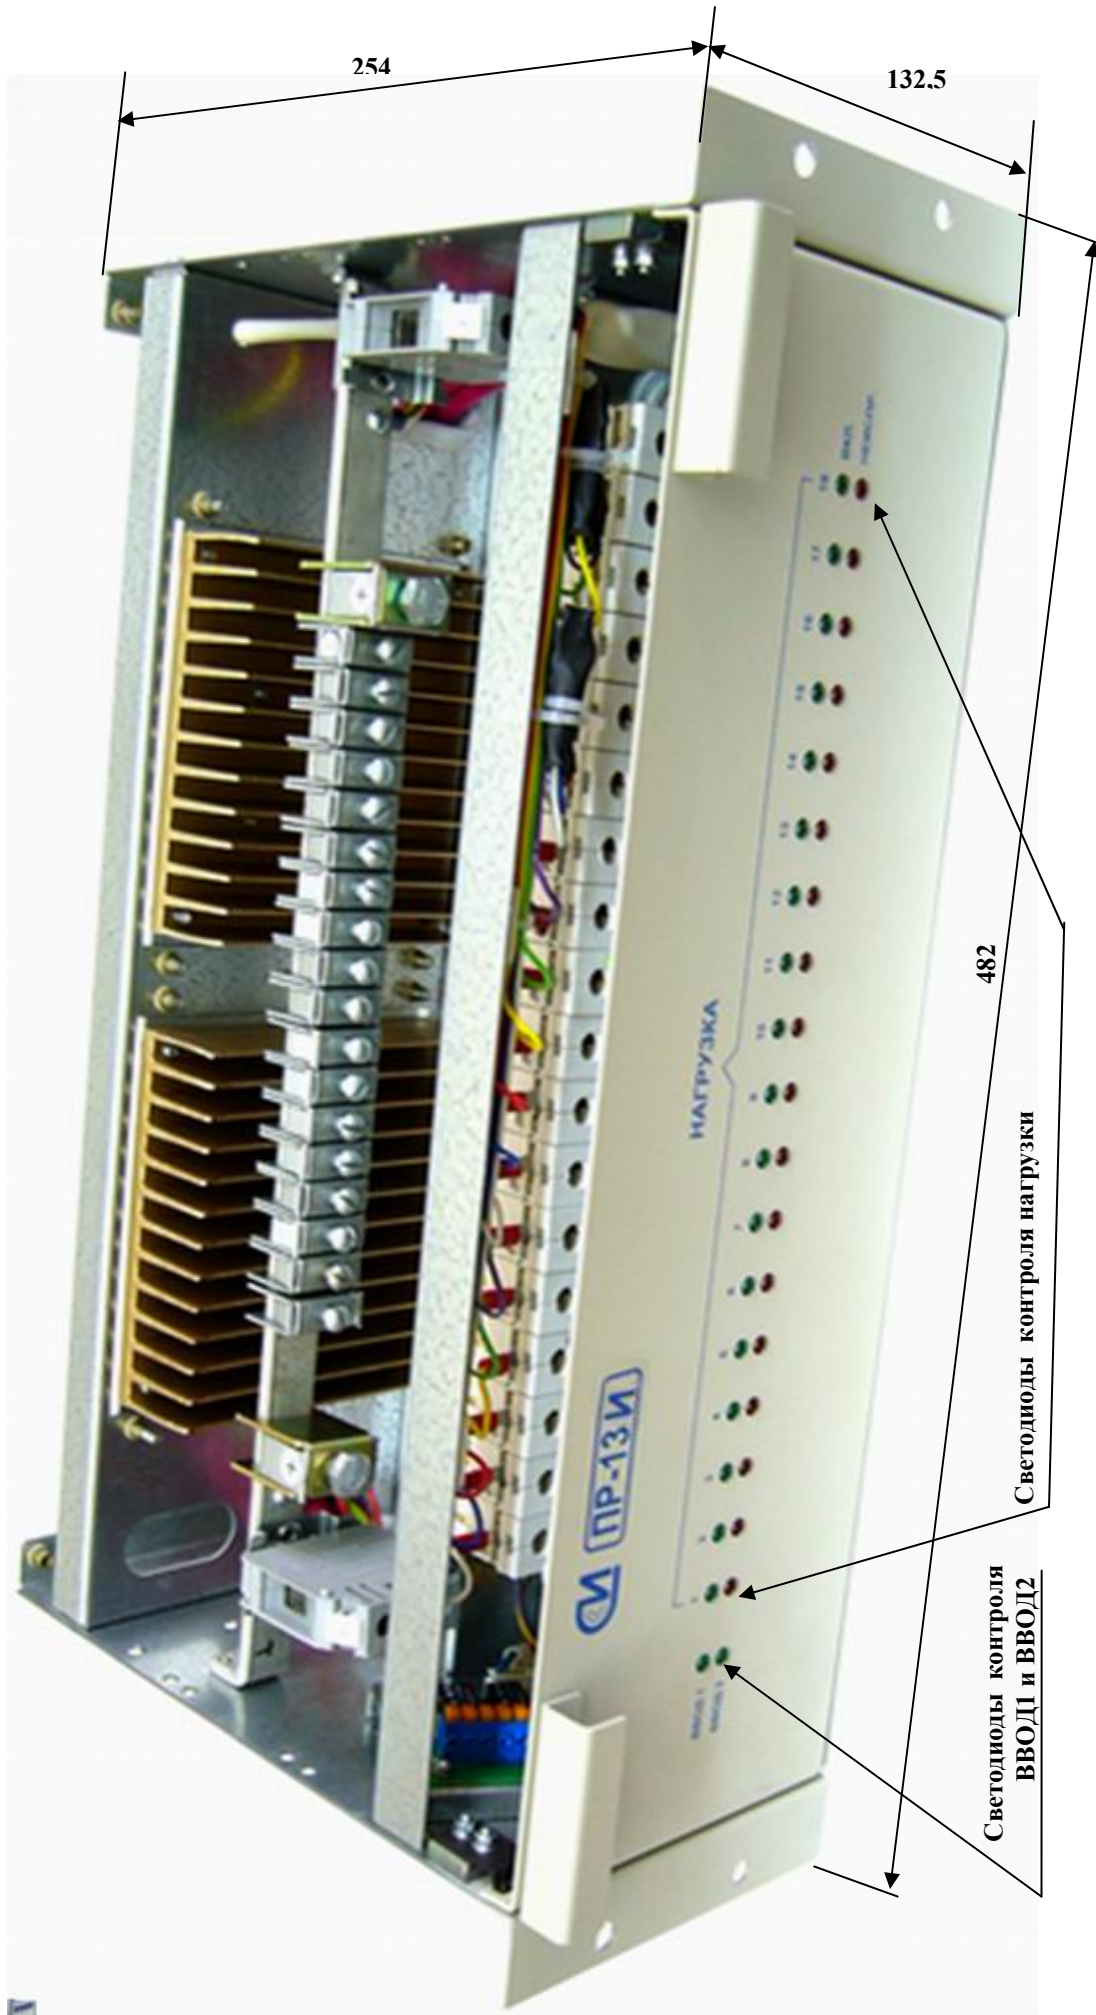

Рис.1 Общий вид и габаритные размеры панели ПР-13И.
6.1 Конструктивно панель выполнена в виде съемного блока (крейта) прямоугольной формы с присоединительными и установочными размерами, соответствующими ГОСТ 28601-90. Общий вид и габаритные размеры панели приведены на рис.1.